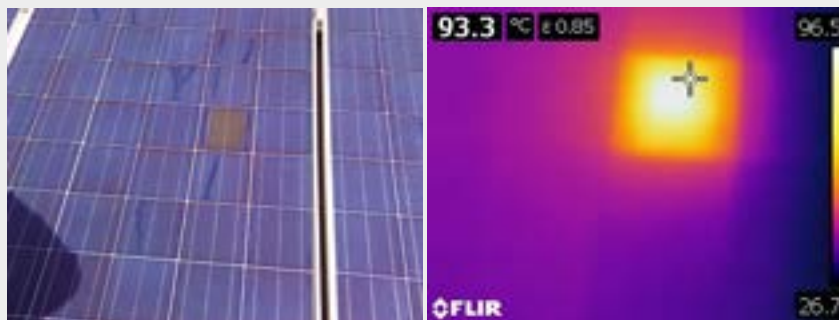

Figura 2: Rilevazione di hotspot su cella fotovoltaica.
I principali parametri comunemente inclusi nel monitoraggio di un sistema FV sono indicati nello standard IEC 61724 e nelle linee guida dell'European Joint Center di Ispra (Report EUR 16340 EN). Considerando un classico impianto connesso in rete (vedi Figura 2), composto da moduli (PV array), inverter e punto di immissione in rete (Grid), essi possono essere suddivisi in:
- un'analisi termografica per evidenziare la presenza di fenomeni come gli hotspots (vedi Figura 2) o fenomeni distribuiti come il PID